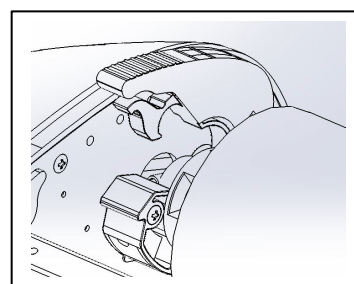

Figure 9
N. SELLES D'APPUI DES ROULEAUX DE PELLICULE : La pellicule EZLoad se pose dans les selles d'appui du Pinnacle 27EZload. (Figure 9)